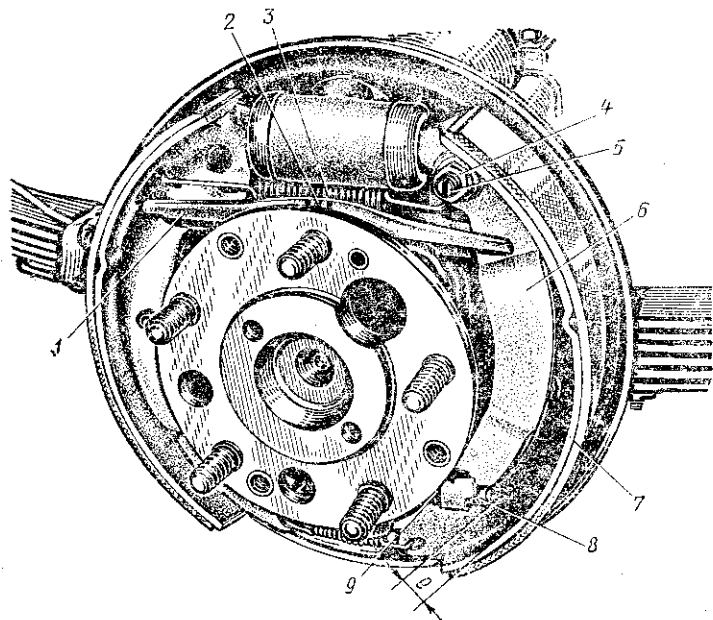

Рис. 77. Тормозной барабанный механизм заднего колеса:
Может оказаться, что после такой регулировки действие стояночной тормозной системы останется по-прежнему неэффективным. Это будет указывать на то, что износ фрикционных накладок колодок тормозов задних колес превысил допустимую величину. В таком случае отрегулируйте положение разжимных рычагов 6 (см. рис. 77) на ребрах колодок тормозов задних колес.
3. Отверните на 2—3 оборота гайку 4 (см. рис. 77) регулировочного эксцентрикового винта 5 разжимного рычага 6. Затем, отжав отверткой пружину 9, вращайте винт 5 по часовой стрелке на левом тормозном механизме и против часовой стрелки на правом, перемещая рычаг 6 к ободу колодки 7. Рычаг передвигайте настолько, чтобы зазор *e* между бонкой 8 троса и ободом колодки 7 составил 4—6 мм.